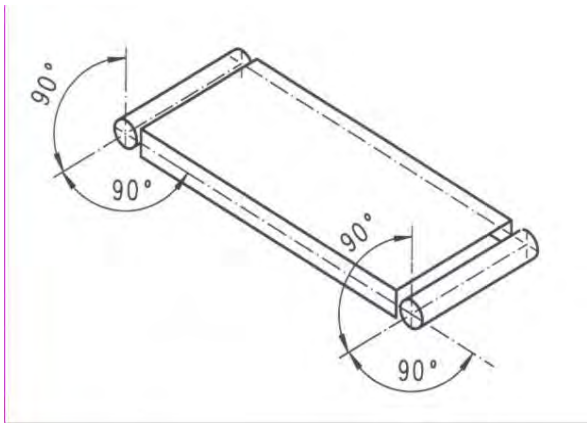

Fig.. 6: Alineación de los ejes
- Alinee los ejes de los rodillos de accionamiento y de retorno el uno con el otro y con respecto al cuerpo de la cinta, dejándolos enrasados (Fig.. 6).